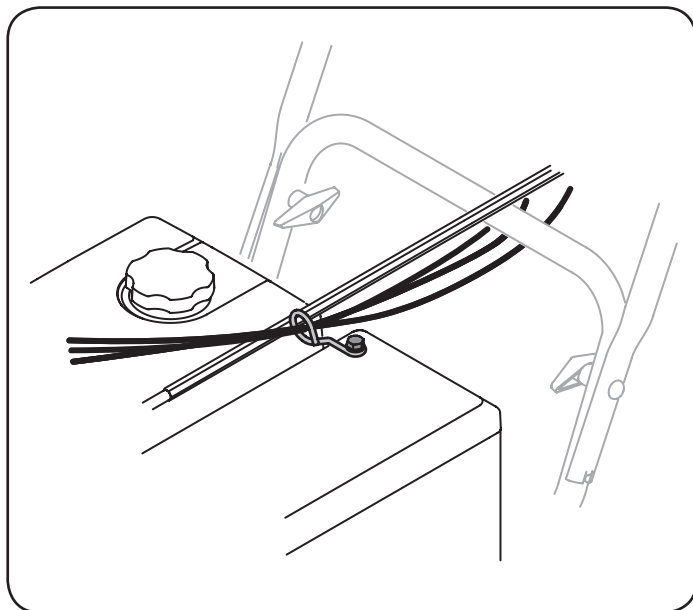

Figura 9
- Controle que todos los cables estén adecuadamente dirigidos a través de la guía de cables de la parte superior del motor. Vea la figura 9.